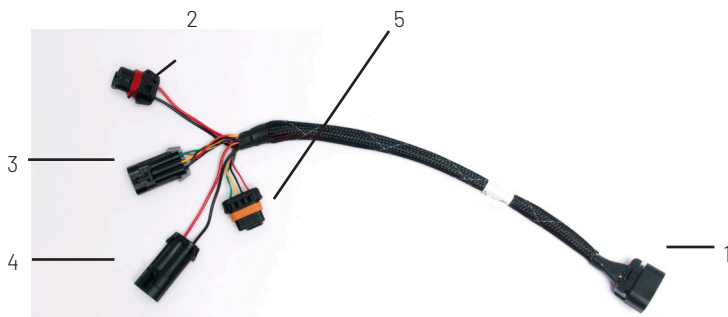
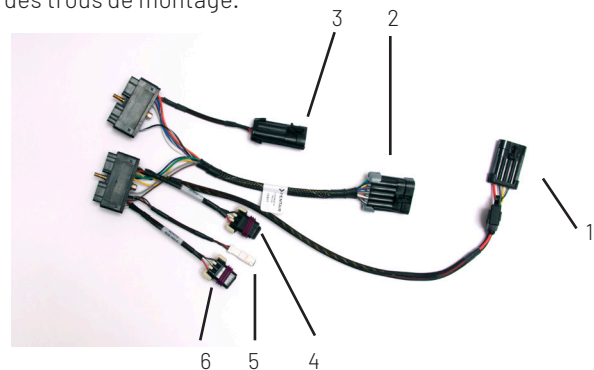
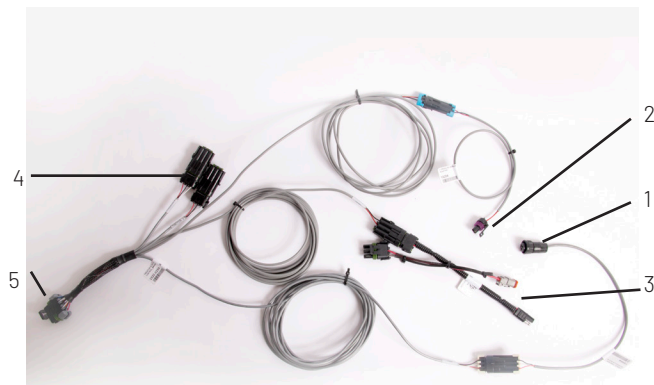

Figure 2 : Faisceau adaptateur (2520-0253)
Figure 3 : faisceau de contrôle (2520-0258)
Figure 5 : faisceau entrée/sortie (2520-0250)
5. Connectez le connecteur à quatre broches du câble d'interface (2520-0237) (Fig. 1, élément 4) au connecteur à quatre broches avec fusible du faisceau du contrôleur de taux (2520-0258) (Fig. 3, élément 1).
6. Connectez les deux autres connecteurs du câble d'interface (2520-0237) aux connecteurs correspondants du câble-adaptateur (2520-0253) (Fig. 2, éléments 2 et 4).
7. Connectez le connecteur à deux broches du faisceau du contrôleur de taux (Fig. 3, élément 4) au connecteur correspondant à deux broches du câble-adaptateur (2520-0253) (Fig. 2, élément 3).
8. Connectez le connecteur à dix broches du faisceau du contrôleur de taux (Fig. 3, élément 2) au connecteur correspondant du faisceau d'entrée/sortie (2520-0250) (Fig. 5, élément 5).
9. Connectez le connecteur du tauxmètre du faisceau d'entrée/sortie (Fig. 5, élément 1) au tauxmètre de la machine. Voir le schéma de câblage de ce manuel pour plus d'informations.
10. Connectez le connecteur du transducteur de pression du faisceau d'entrée/sortie (Fig. 5, élément 2) à la référence : transducteur de pression 2530-0209. Voir le schéma de câblage de ce manuel pour plus d'informations.
11. Connectez le connecteur en queue de cochon du contrôle de taux approprié sur le faisceau d'entrée/sortie (Fig. 5, élément 3) au dispositif de contrôle de taux de la machine. Voir le schéma de câblage dans ce manuel pour plus d'informations.
12. Connectez le connecteur à huit broches du faisceau de l'adaptateur (Fig. 2, item 1) au premier câble de dérivation CanNode (Fig. 4, 2520-0251). S'il n'est pas possible d'atteindre la (les) CanNode(s), un câble d'extension du CanNode peut être utilisé (2520-0254, 2520-0255, 2520-0256, 2520-0257)